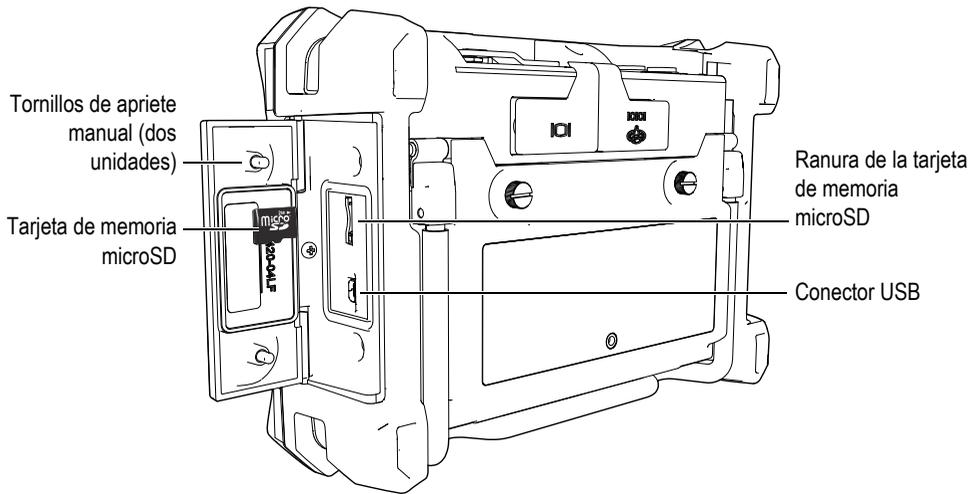

Figura 1-13 Instalación de la tarjeta de memoria microSD
2. Afloje los tornillos de apriete manual y abra la tapa del compartimento de entrada/salida (I/O) del equipo NORTEC 600. Vea la Figura 1-13 en la página 42.